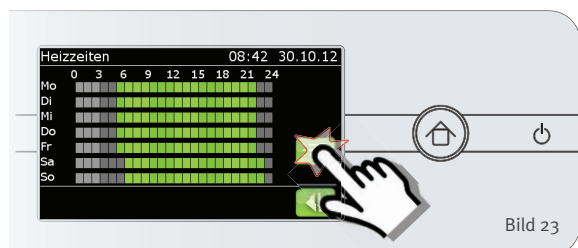

Bild 23
3. Drücken Sie MENÜ um Heizzeiten einzugeben oder zu bearbeiten (Bild 23).